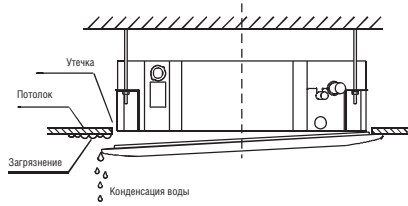

Рис. 5-14
- Причиной указанной на рис. 5-14 проблемы может стать недостаточная или неправильная затяжка винтов.